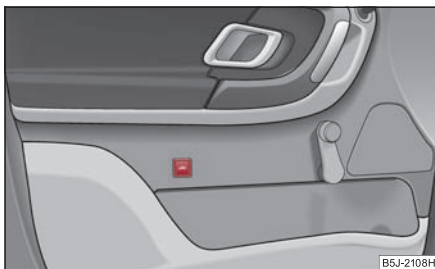

Fig. 42 Tasta instalației de supraveghere interioară
- Apăsați tasta  din ușa conducătorului ⇒ fig. 42.